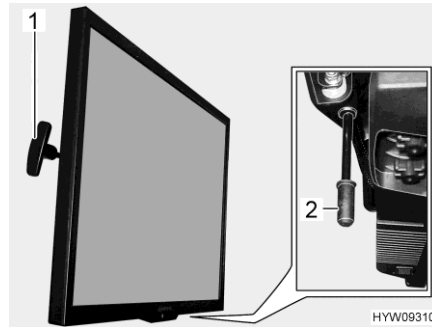

Bild 103 Flachbildschirm
- Griff (Bild 103,1) ziehen und halten. Der Flachbildschirm ist entriegelt.
- Griff (Bild 103,2) nach unten ziehen und halten. Der Flachbildschirm ist entriegelt.